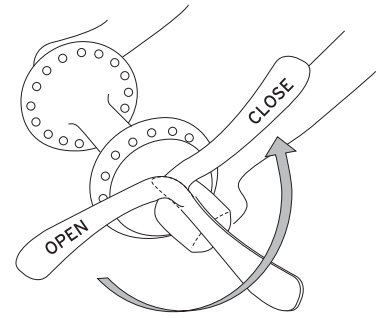

図 10.
6. クイックリリースを締めます。図10の方向にレバーを手のひらで締め、レバーに刻印された「CLOSE」の文字が見えるようにします。